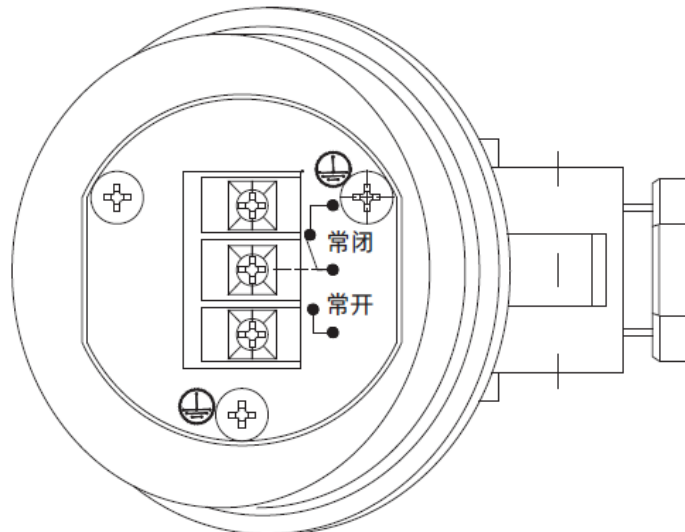

图 9 QXB 报警器接线图
6.3.3 若液位计带上下限液位报警器，则上下限液位报警器按下图完成接线：上限接常开点，下限接常闭点-图 9